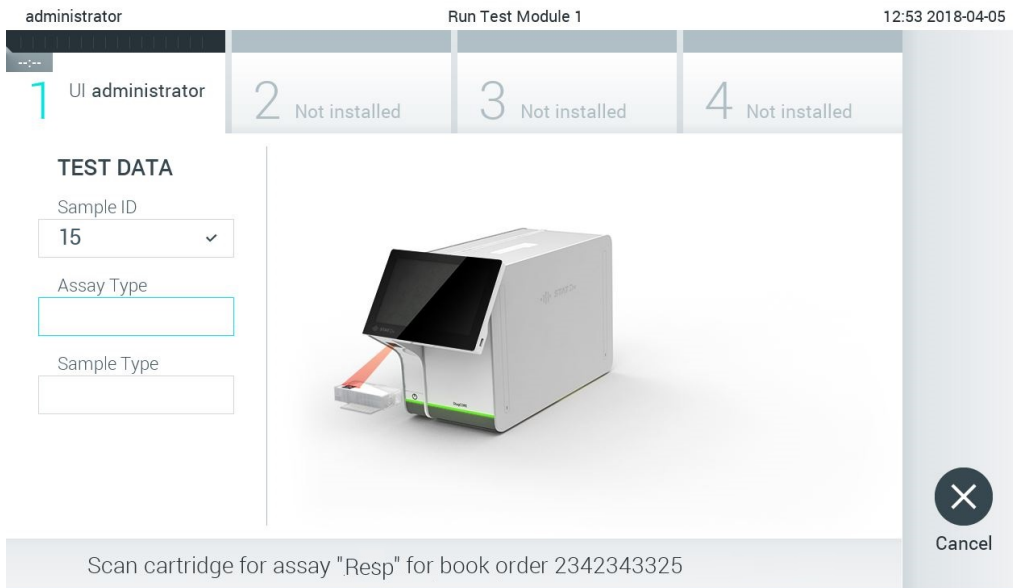

Figure 84. Lecture du code-barres de la cartouche de dosage QIAstat-Dx.
- Lorsque la commande de test a été récupérée depuis l'hôte, le message « Scan cartridge for assay <assay\_name> and book order <order\_number> » (Scanner la cartouche pour le dosage <assay\_name> et la commande <order\_number>) s'affiche. Scannez le code-barres de la cartouche de dosage QIAstat-Dx spécifiée (figure 84).